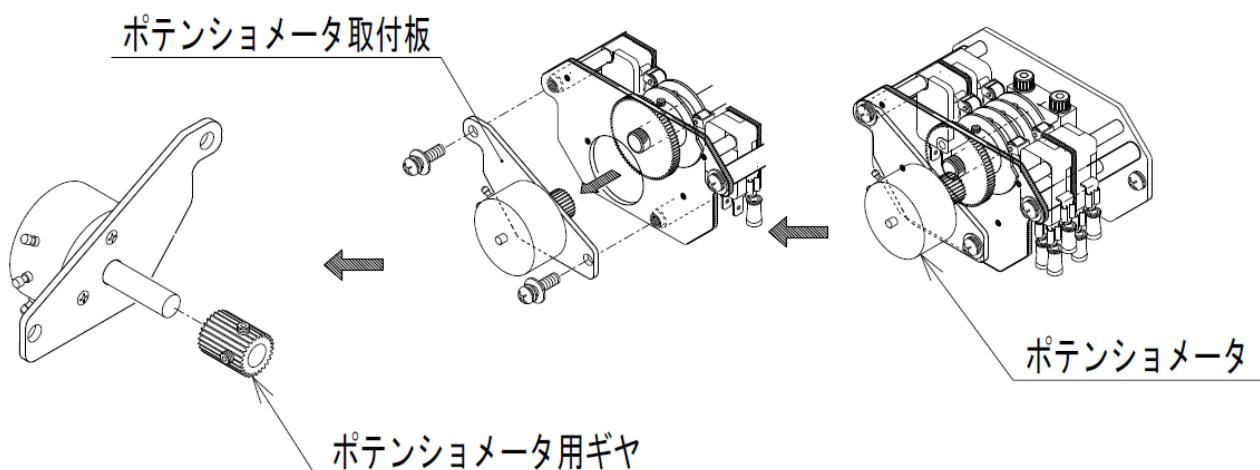

図9：ポテンショメータの取り外し
(1) ポテンショメータの交換要領（制御動作C形、巻線抵抗形ポテンショメータ 135Ωの場合）
- ①コントロールモータを電動動作で全閉位置とし電源を遮断します。
- ②コントロールモータのスイッチカバーを外します。
- ③端子箱カバーを外し、端子BM, RM, WMに接続されている外部配線を解線します。
- ④端子RM-WM間にテスタ（抵抗レンジ）をあて抵抗値を測定、記録します。
- ⑤ポテンショメータ本体の3端子に接続されているリード線色と端子番号を記録します。
- ⑥ポテンショメータの端子付近からリード線を切断します。
- ⑦ポテンショメータ取付板を取り外します。（図9参照）
- ⑧ポテンショメータに付いているギヤを取り外します。